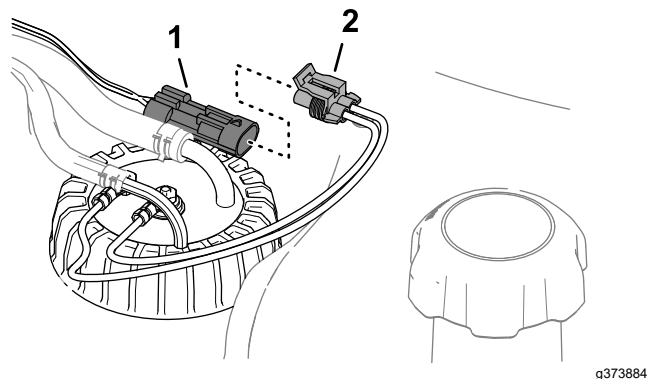

Рисунок 124
3. Отсоедините 2-гнездовой разъем жгута проводов датчика уровня топлива от 2-штыревого разъема жгута проводов машины (Рисунок 124).